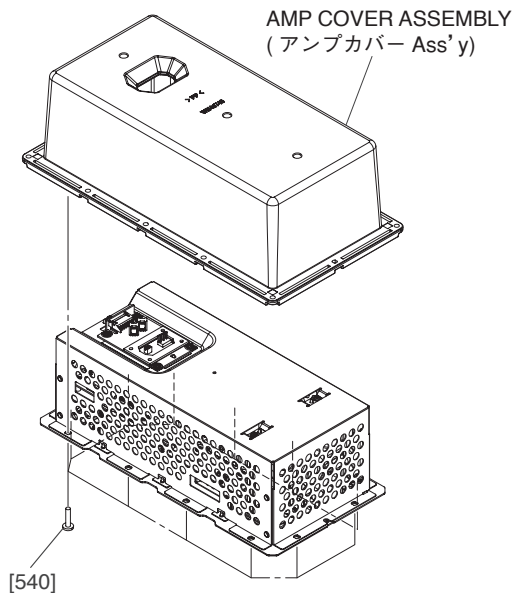

Fig. B-1 (図B-1)
B-1-1 Remove the twelve (12) screws marked [540]. The amp cover assembly can then be removed. (Fig. B-1)
B-1-1 [540] のネジ 12 本を外して、アンプカバー Ass'y を外します。(図 B-1)